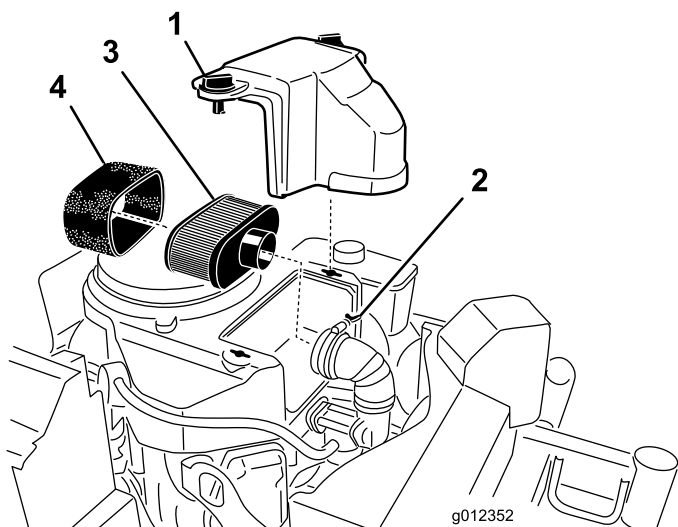

Figure 41
3. Nettoyez la surface autour du filtre à air pour éviter que des impuretés n'endommagent le moteur en tombant à l'intérieur (Figure 41).
4. Dévissez les boutons du couvercle et déposez le couvercle du filtre à air (Figure 41).
5. Dévissez le collier et déposez l'ensemble filtre à air (Figure 41).
6. Sortez délicatement l'élément en mousse de l'élément en papier (Figure 41).
2. Remplacez l'élément en papier s'il est endommagé (Figure 41).
1. Glissez délicatement l'élément en mousse sur l'élément en papier (Figure 41).
2. Posez le filtre à air complet sur sa base ou sur le flexible et fixez-le en position (Figure 41).
3. Mettez le couvercle du filtre en place et serrez le bouton (Figure 41).